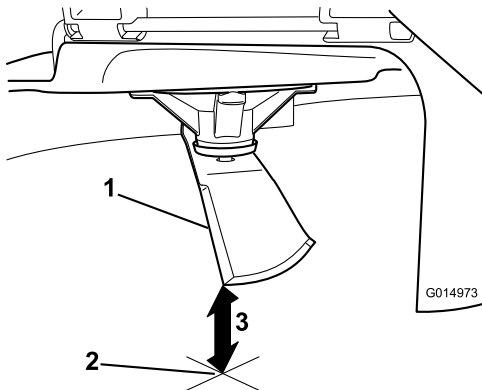

Figure 87
3. Mesurez la distance entre la pointe de la lame et la surface plane (Figure 87).